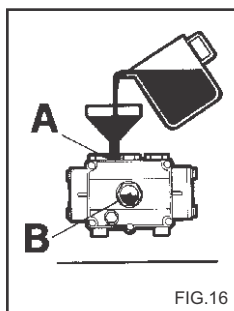

FIG.16
4) Atarraxe a tampa de descarga e introduza o óleo pelo orifício superior (fig. 16) até que alcance o nível indicado no visor (fig. 16B).